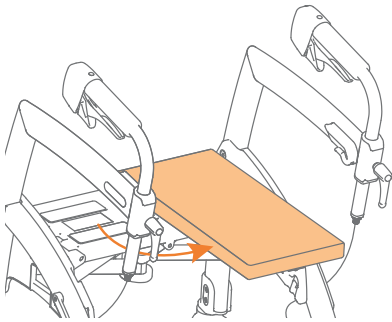

Abbildung 17: Legen Sie das Sitzkissen quer.
- Ziehen Sie das Sitzkissen ab, drehen Sie es um 90 Grad und legen Sie es horizontal an die Seite des roten Hebels (Abbildung 17).